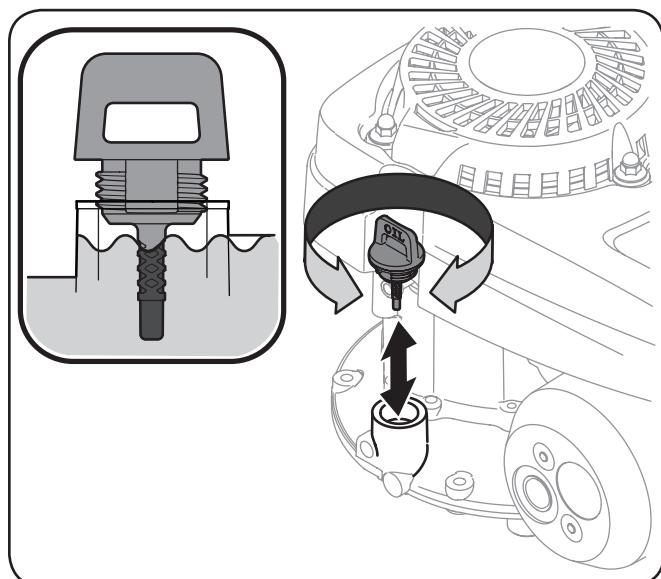

Figure 3-2
1. Enlevez le capuchon de remplissage de l'huile et essuyez la jauge à huile. Voir la Figure 3-2.
3. Enlevez le capuchon de remplissage de l'huile. Si le niveau est bas, ajoutez lentement de l'huile jusqu'au repère supérieur. Voir l'encadré de la Figure 3-2 .